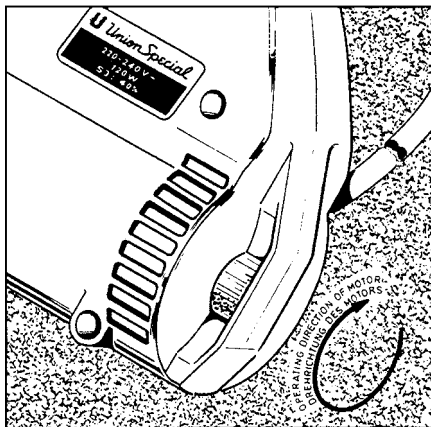
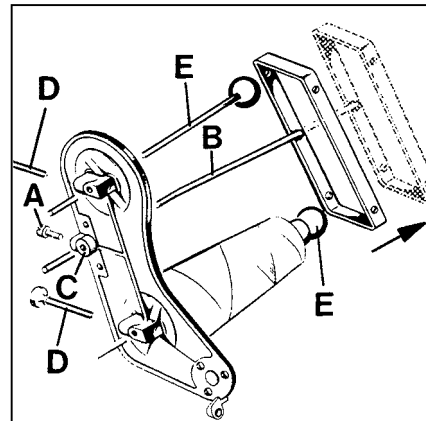
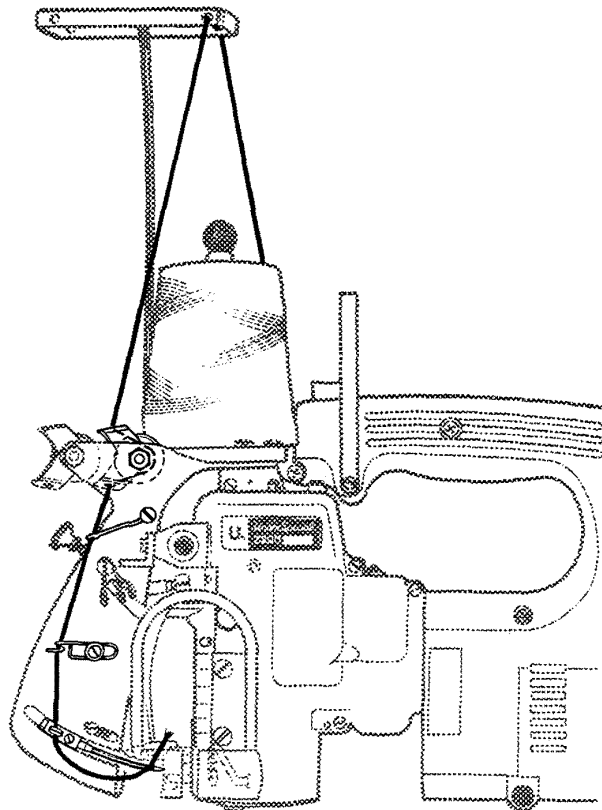

Fig.2
Fig.3
Fig.4
Check by turning the motor handwheel in operating direction (see Fig. 2) if the machine works. A slight resistance will be felt as the feed dog rises. Loosen screw (A, Fig. 3) and set thread rod (B) so that its lower end is flush with the underside of thread cone support (C). Retighten screw (A).
Prüfen Sie durch Drehen des Motor-Handrades in Drehrichtung (siehe Fig. 2), ob die Maschine arbeitet. Beim Hochgehen des Transporteurs wird ein leichter Widerstand spürbar.
Lösen Sie die Schraube (A, Fig. 3), und stellen Sie die Fadenstange (B) so, daß ihr unteres Ende mit der Unterseite des Garnrollenträgers (C) bündig ist. Ziehen Sie die Schraube (A) wieder an. Prüfen Sie die Einfädung der Maschine. Beachten Sie die Einfädanleitung Fig. 4 und den Abschnitt "EINFÄDELN".
Loosen thumb screw(s) (D, Fig. 3) in the thread cone support, pull out the spool pin(s) (E) and remove the empty thread cone(s).
Thread the machine as shown in Fig. 4.
For threading the looper (double locked stitch machines only) open the hinged cover (A, Fig. 4) and turn motor handwheel in operating direction until the needle is in its lowest position below the throat plate. Reclose hinged cover (A) after threading.
The tension (L, Figs. 4 and 13) controls the looper thread and the tension (N) controls the needle thread. Only a slight tension should be applied on the looper thread. The tension applied on the needle thread depends upon the size of the thread and the thickness of the fabric to be sewn and has to be regulated till the machine sews and chains off perfectly.
The presser foot pressure is regulated with the knurled regulating screw (B, Fig. 4).
Lösen Sie die Rändelschraube(n) (D, Fig. 3) im Garnrollenträger, ziehen Sie den (die) Spulennstift(e) heraus und entfernen Sie die leere(n) Garnrolle(n).
Fädeln Sie die Maschine wie in Fig. 4 gezeigt ein.
Zum Einfädeln des Greifers (nur bei Doppelkettenstichmaschinen) öffnen Sie die Verschußklappe (A, Fig. 4) und drehen am Motor-Handrad in Drehrichtung bis die Nadel in der tiefsten Stellung unter der Stichplatte ist.
Die Spannung (L, Fig. 4 und 13) reguliert den Greiferfaden und die Spannung (N) den Nadelfaden.
Der Drückerfußdruck wird mit der gerändelten Stellschraube (B, Fig. 4) reguliert.
Loosen the screw (D, Fig. 4) for the needle and draw out the needle. Insert the shank of the new needle as far as it will go into the needle seat and with the flat on the shank facing to the front.
Lösen Sie die Schraube (D, Fig. 4) für die Nadel und ziehen Sie die Nadel heraus. Stecken Sie den Kolben der neuen Nadel bis zum Anschlag in den Nadelsitz und so, daß die Fläche am Kolben nach vorne zeigt.